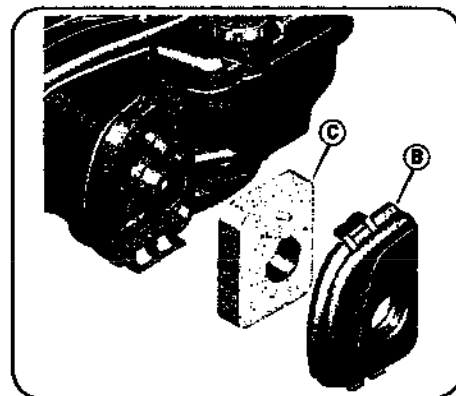

Рис. 16
1. Откройте крышку (В) и удалите фильтрующий элемент (С). См. Рисунок 16.
2. Опрокиньте косилку так, чтобы она опиралась на деку, при этом глушитель должен находиться внизу. См. Рисунок16. Твердо удерживайте косилку.